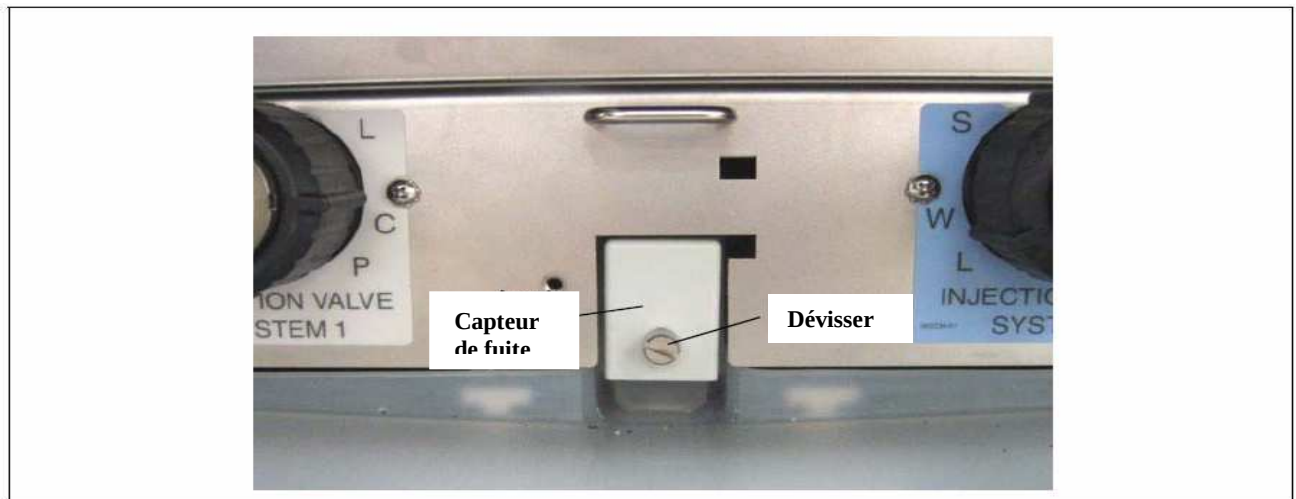

Figure 9.17. Capteur de fuite.
4. Dévisser la vis sur l'avant du capteur de fuite (référence 062437) (voir figure 9.17). **Note** : la vis reste accrochée au capteur.